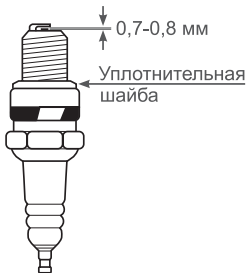

Рис. 13 Обслуживание свечи зажигания
- Измерьте зазор между электродами свечи зажигания специальным щупом. Зазор должен быть 0,7-0,8 мм (Рис. 13). При увеличении, или уменьшении требуемого зазора, рекомендуется заменить свечу, так как регулировка зазора может привести к изменению качества искрообразования.